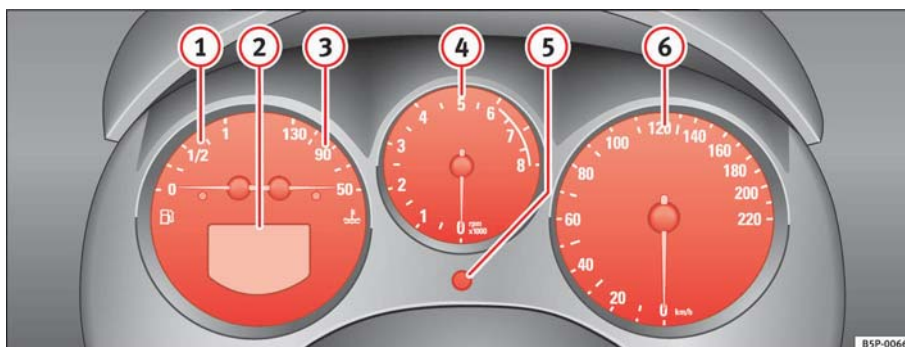

Fig. 34 Detalle del tablero de instrumentos: cuadro de instrumentos
El principio de la zona roja ⇒ página 54, fig. 34  indica el régimen máximo de revoluciones del motor funcionando a temperatura de servicio. Antes de alcanzar dicha zona se debe cambiar a una marcha más larga, colocar la palanca selectora en D o levantar el pie del acelerador.
⇒ página 54, fig. 34 ⑤ hacia la izquierda hasta el tope. Si gira el botón brevemente hacia la izquierda, se avanza una hora.
El contador derecho registra los recorridos cortos. La última posición indica tramos de 100 m. El contador para recorridos cortos puede ponerse a cero presionando el botón de puesta a cero ⇒ página 54, **fig. 34** **6**.